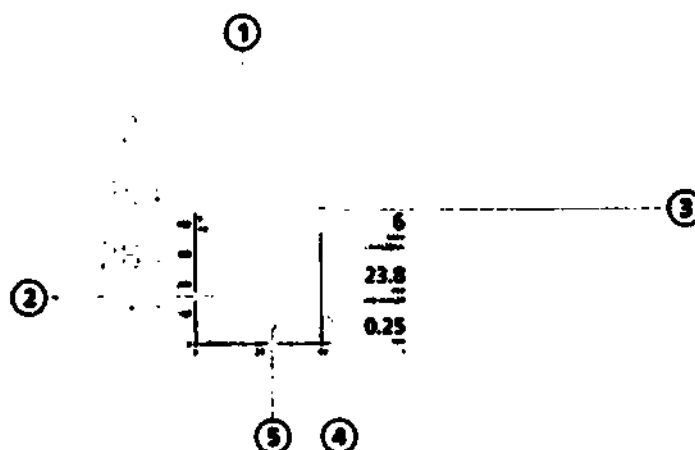

Рисунок 7-11. Отображение петли
- Отобразится выбранная комбинация (рис. 7-11).
На экране петли (рис. 7-11) нажмите кнопку **референсной петли** (рис. 7-11), чтобы сохранить петлю с текущей датой и временем. После этого на экране будут отображаться прошлая и текущая петли.